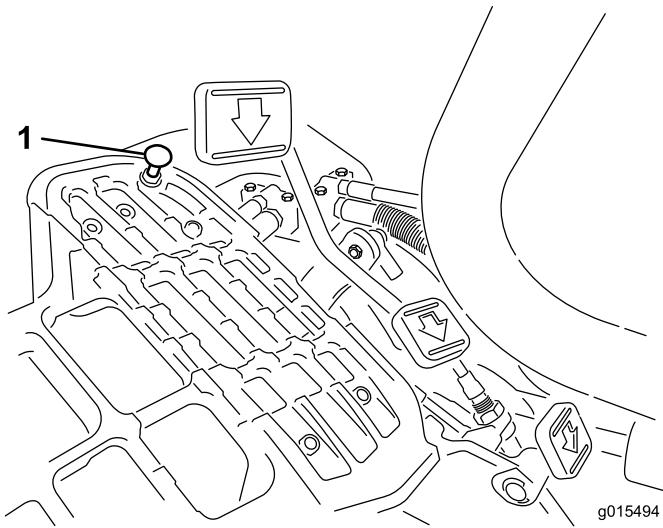

Figura 47
Para obter a velocidade máxima de transporte, engate a alavanca de controlo de função na posição TRANSPORTE e carregue para baixo no pedal de tração. Se o pedal entrara em contacto com o batente (Figura 47) antes de sentir tensão no cabo, é necessário efetuar o seguinte procedimento de ajuste:
1. Ponha a alavanca de controlo de funcionamento na posição TRANSPORTE e liberte a porca de bloqueio que fixa o batente do pedal à placa inferior (Figura 47).